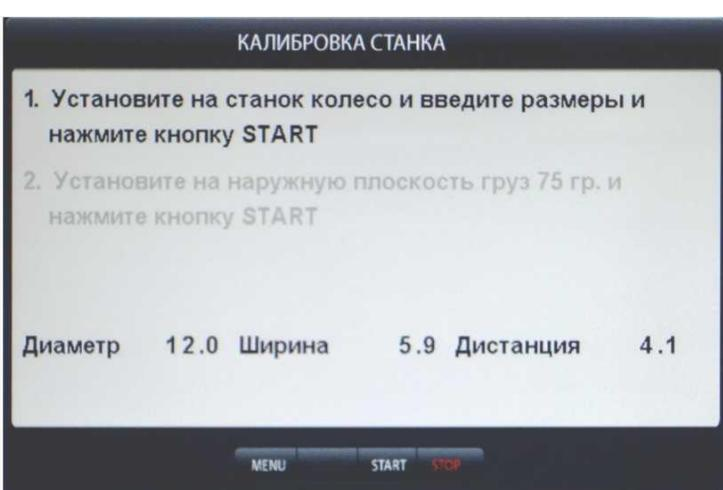

рис.19.1
19.2. Нажмите кнопку «MENU», в открывшемся окне MENU выберите пункт 1. «Калибровка станка», нажав кнопку 1 в верхнем ряду клавиатуры. Откроется окно КАЛИБРОВКА СТАНКА (рис.19.1).
19.5. Запустите СБ, нажав кнопку «START». После первого цикла в окне рис.19.1 высветится второй пункт «Установите на наружную плоскость груз 75 г и нажмите кнопку «START».